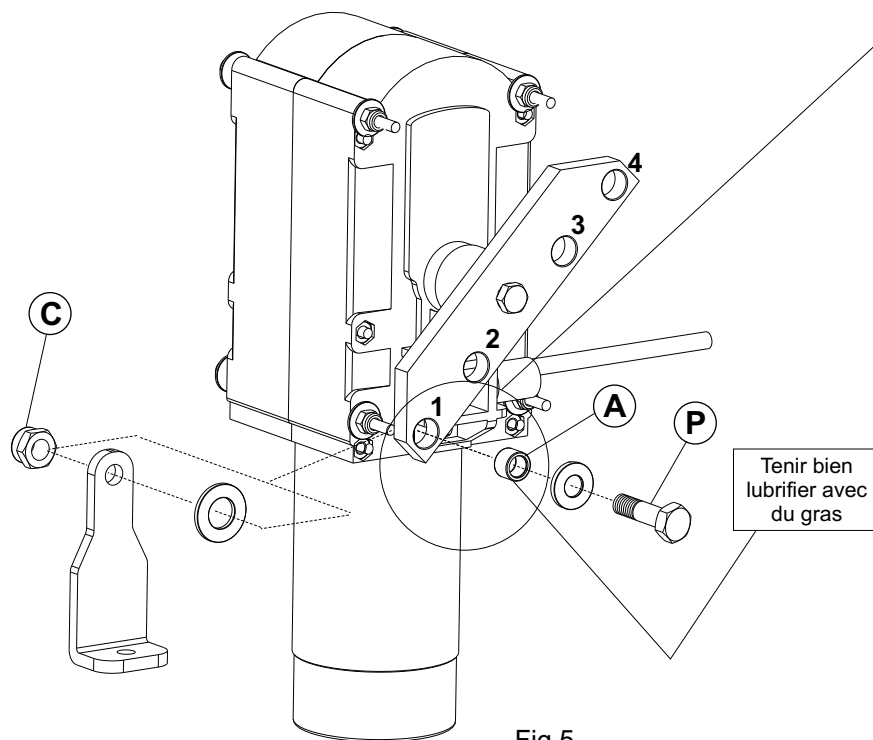

Fig.5
- Monter les composants restants comme dans Fig. 5
**Remarque:** Visser la vis (P) jusqu'au fond sans la serrer et serrer le contre-écrou (C).